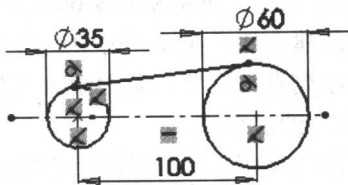

图 1-7 裁剪直线
12. 裁剪直线。单击草图裁剪按钮, 裁剪掉直线的两端, 如图 1-7 所示。